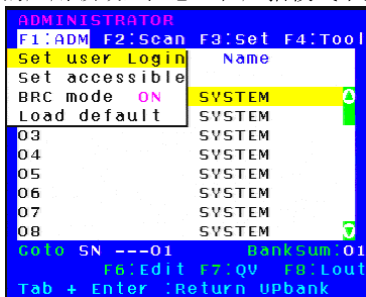
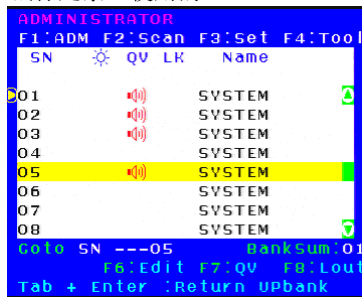

图 4-1.6
图 4-1.7
- ✧ **BRC Mode off-** 按【Enter】 键，关闭或者打开 BRC 广播模式（图 4-1.6）。进入主菜单，按【F7】按键增加或者删除需要广播的端口，设置为广播的端口在主菜单 QV 栏目下显示为小喇叭状，如图 4-1.7
【F1】→BRC Mode OFF→按【Enter】键→BRC Mode ON (图 4-1.6)
按【↑】【↓】键→选择需要打开广播功能的端口→按【F7】→主菜单 QV 栏内会出现小喇叭图标（图 4-1.7），该端口已进入广播模式
按【F1】->BRC Mode OFF ->按【Enter】键,进入主菜单,所有带有喇叭图标的端口改为喇叭图标(图 4-1.7)